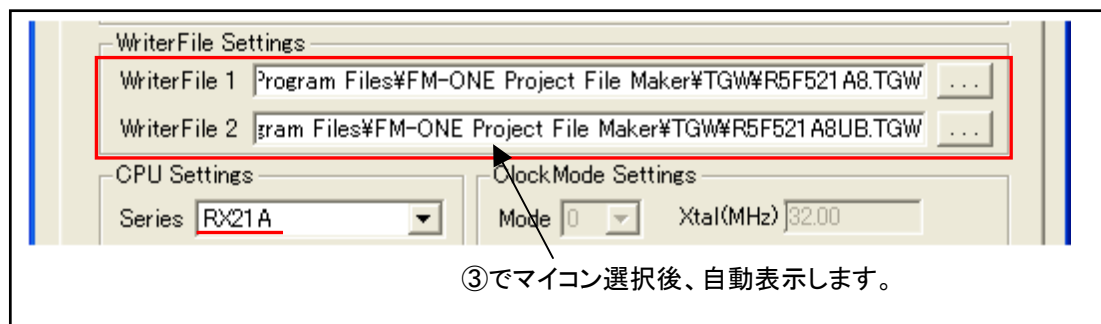

図 4-2 ②書き込み制御プログラム設定画面
③マイコン型名でマイコンを選択すると、マイコンに応じた書き込み制御プログラムとセカンダリエリア用書き込み制御プログラムが自動表示します。詳細は「図 4-2 ②書き込み制御プログラム設定画面」ご参照ください。